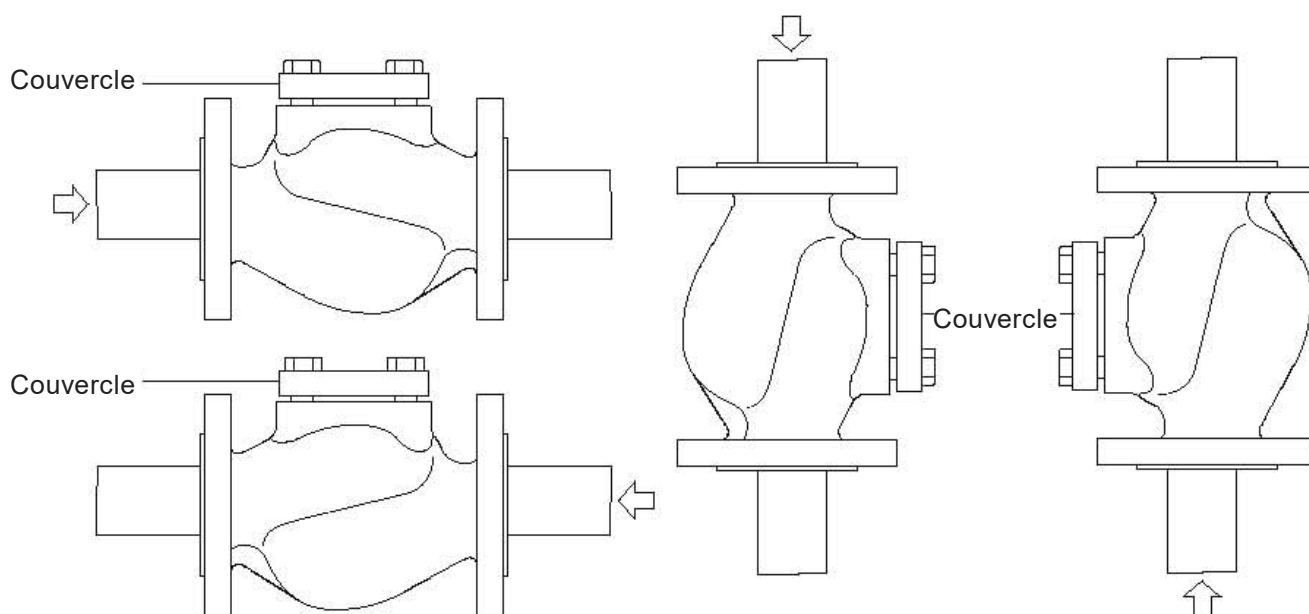

Fig. 4
- 3.4** Le LCV peut être installé sur une tuyauterie horizontale ou verticale (voir Fig. 4).